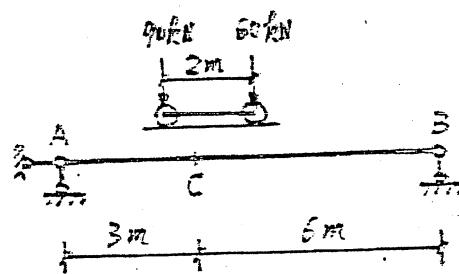

图3
3、图3所示结构,在移动荷载作用下截面C的最大弯矩 $M_{Cmax}=$ _____。